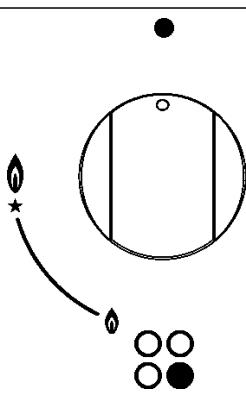

FIG. 1
Enfoncer et tourner dans le sens inverse des aiguilles d'une montre le bouton correspondant au brûleur à utiliser, l'amener sur la position Maximum (grande flamme fig. 1) et approcher une allumette du brûleur.
Enfoncer et tourner dans le sens inverse des aiguilles d'une montre le bouton correspondant au brûleur à utiliser, l'amener sur la position Maximum (grande flamme fig. 1) puis enfoncez et relâchez le bouton d'allumage.
Enfoncer et tourner dans le sens inverse des aiguilles d'une montre le bouton correspondant au brûleur à utiliser, l'amener sur la position Maximum (grande flamme fig. 1) puis enfoncez le bouton à fond.
Avec les brûleurs dotés d'un thermocouple de sécurité, il faut tourner dans le sens inverse des aiguilles d'une montre le bouton correspondant au brûleur à utiliser, l'amener sur la position Maximum (grande flamme fig. 1) jusqu'à entendre un léger déclic puis enfoncez le bouton et répéter les opérations indiquées précédemment.
- Lorsque l'ébullition a été atteinte, amener le bouton sur la position Minimum (petite flamme fig. 1).
- *on ne peut procéder à l'allumage des brûleurs dotés d'un thermocouple de sécurité que lorsque le bouton est sur la position Maximum (grande flamme fig. 1).*